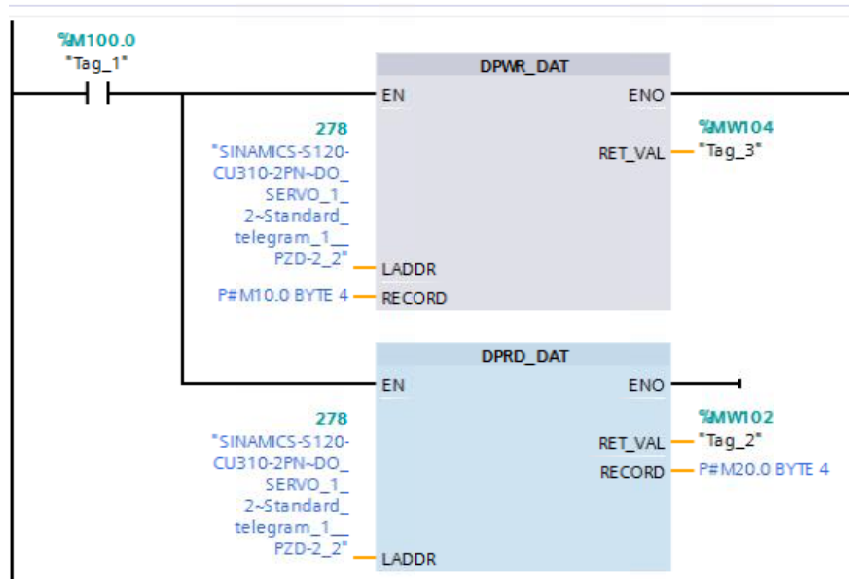

图 3-1 S7-1200 编程
(3)在 S7-1200 中需调用“ SFC14(DPRD\_DAT)”和“ SFC15(DPWR\_DAT)”系统功能块，如图 3-1 所示。